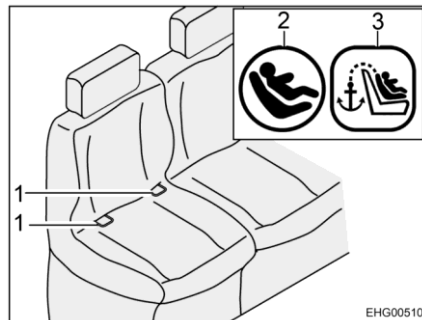
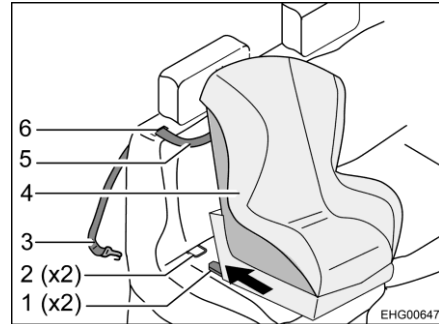

Bild 14 Stol med Isofix
Bild 15 Fastsättning med övre hållrem
- För den övre hållremmen (Bild 15,5) genom skåran (Bild 15,6) i ryggstödet dya (bredvid nackstödet).
- Haka fast fästkroarna (Bild 15,3) på förankringspunkten på baksidan av nackstödet på fordonssitsen.
- Låt låsarm (Bild 15,1) i fästbygel (Bild 14,1 och Bild 15,2) klicka på plats. Ett tydligt klickande ljud ska höras.
- Kontrollera med ett kraftigt ryck om barnstolen (Bild 15,4) sitter fast.